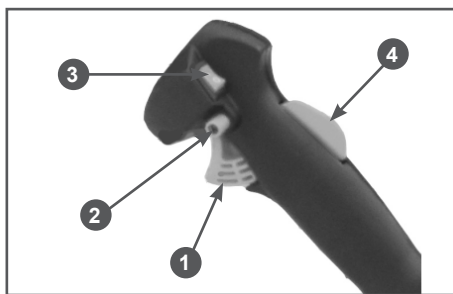

Рис. 4 Рукоятка управления
- Выключатель зажигания 3 (Рис. 4) установите в положение «I» (ВКЛЮЧЕНО).
- Нажмите одновременно на рычаг газа 1 и предохранительный рычаг 4 так, чтобы рычаг газа прошел примерно  $\frac{1}{2}$  своего хода и заблокируйте его нажав на фиксатор 2 (Рис. 4).
9. После запуска переведите двигатель в режим холостого хода. Для этого нажмите на рычаг газа 1 (Рис. 4) и отпустите его. Фиксатор 2 (Рис. 4) при этом освободит от блокировки рычаг газа, рычаг газа встанет в положение холостого хода. Прогрейте двигатель на холостых оборотах в течение около 30-60 секунд.